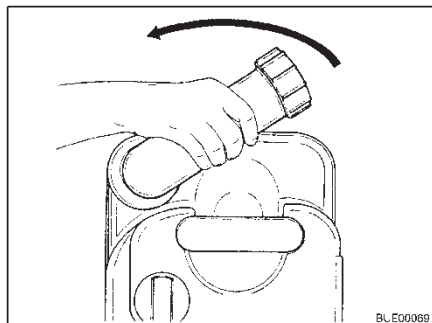

Fig. 176 Girar el tubo de vaciado
- Girar hacia arriba el tubo de vaciado (Fig. 176).